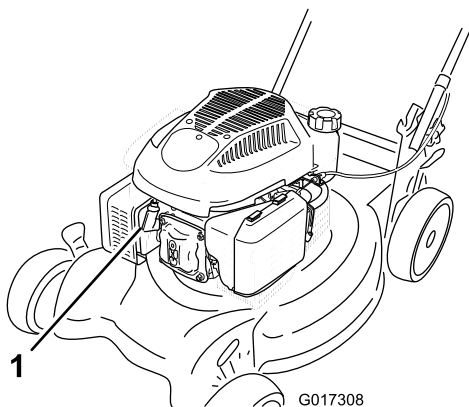

Figura 25
2. Desligue o fio da vela da ignição da vela da ignição Figura 25 antes de executar qualquer procedimento de manutenção.